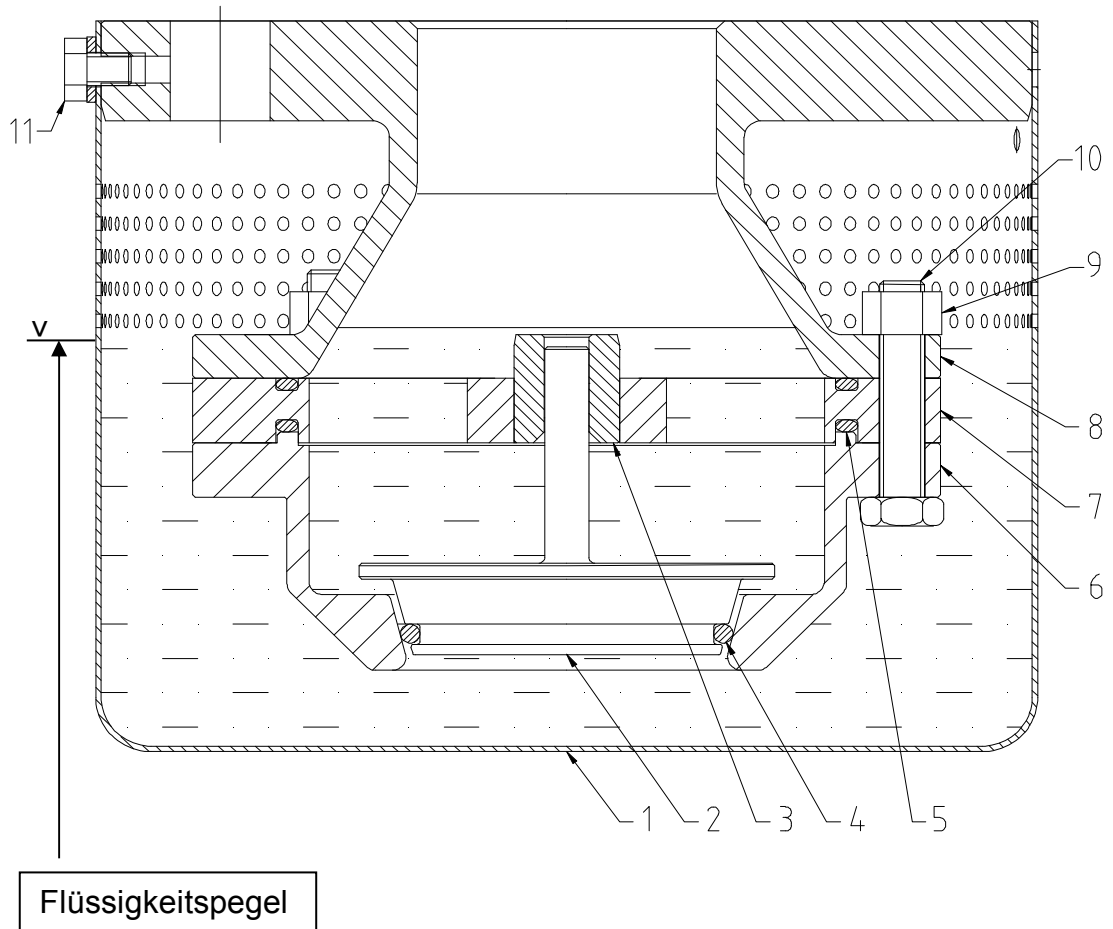

Bild 1
- Das Fußventil ist nur in Entnahmerichtung flammendurchschlagsicher, d.h. die Anschlussseite muss auf der Entnahmeseite = Ungeschützte Seite sein. (Siehe Bild 1)
(siehe auch Bild 1)
(siehe Bild 1)
- die Positionsnummer (siehe **Bild 1**)